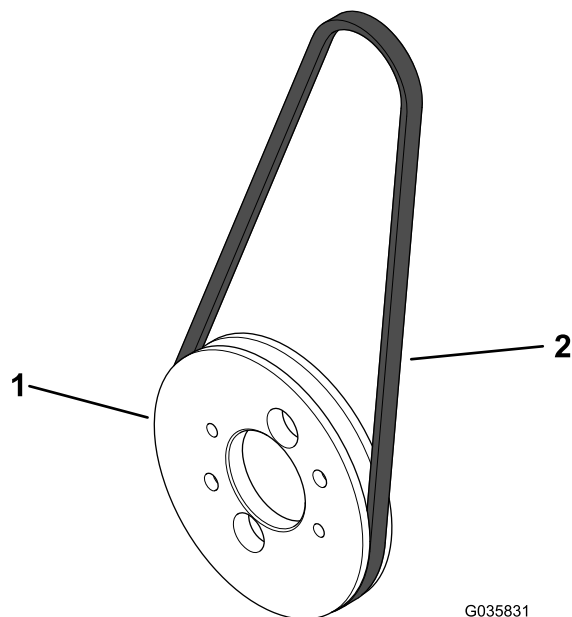

図 6
1. オルタネータ用プーリにオルタネータ用ベルトを取り付ける 図 6。